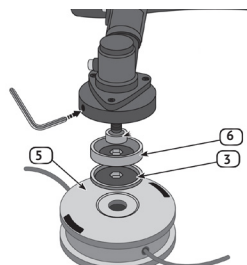

рис.6
#### 6.5 Установка головки режущей с леской (рис.6).
- установить на шпиндель зажимной фланец и накрутить головку режущую с леской (рис.6 поз.6) на шпиндель, поворачивая её против часовой стрелки, застопорив шпиндель, шестигранным ключом из монтажного комплекта.